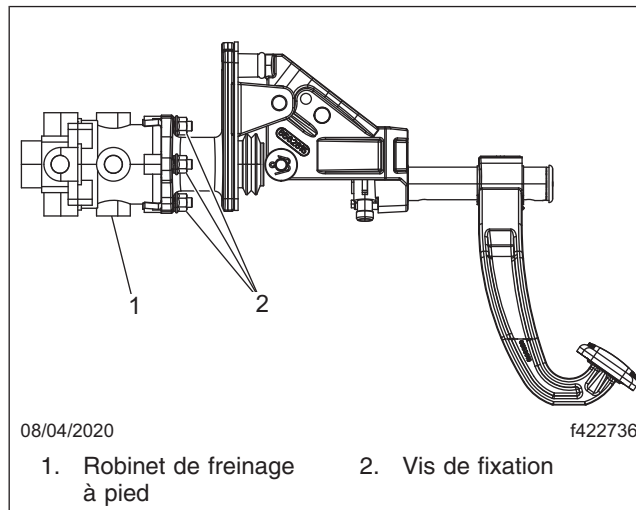

Fig. 9, Installation du robinet de freinage à pied
14. A l'aide des pièces de fixation neuves, installez le robinet de freinage à pied. Serrez les attaches à un couple de 18 N·m (13 lbf·pi). Reportez-vous à la Figure 9.